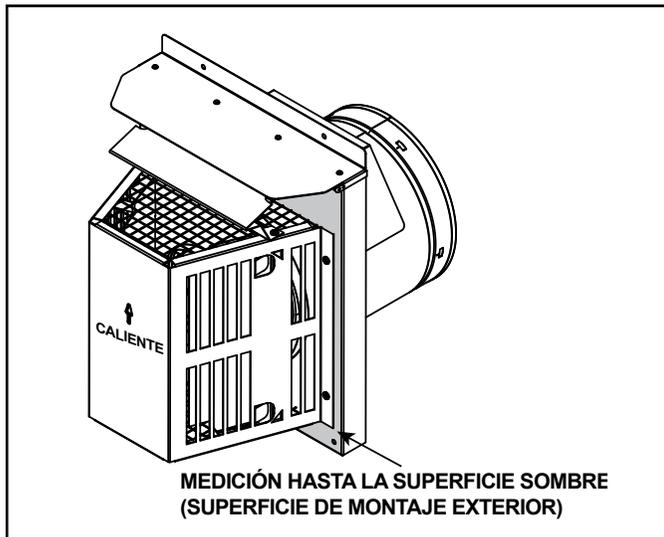

Figura 4.9 Medición hasta la superficie de montaje exterior
- Las terminaciones horizontales se miden hasta la superficie de montaje exterior (brida de la tapa de terminación). Consulte la Figura 4.9.